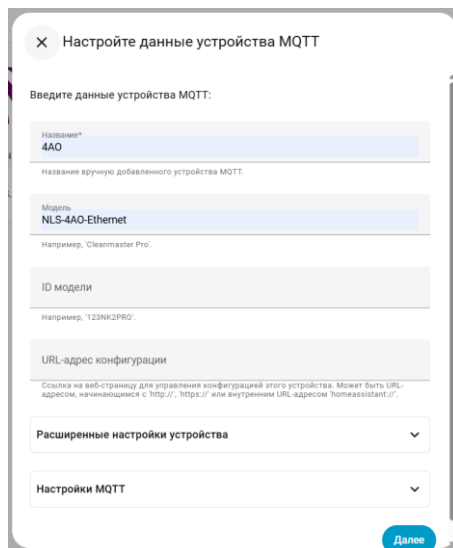

Рис. 3.9. Настройка устройства MQTT
5. Придумываем и вписываем название и модель устройства (рис. 3.9).